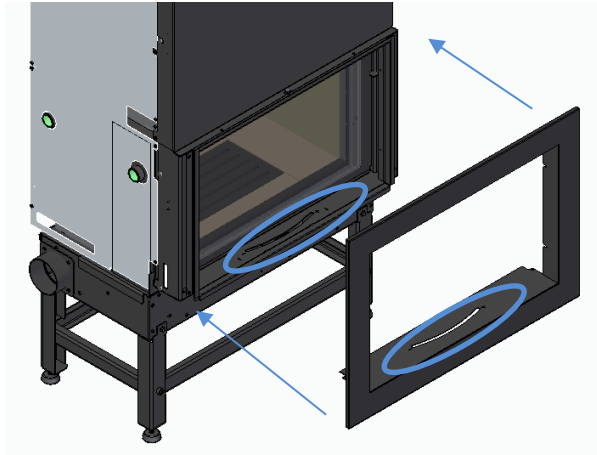

Figure 46
- b) Placez la cadre sur l'équipement comme illustré à la Figure 46. Dans le cas des modèles M700, M850 et M1100, assurez-vous que les canaux coïncident sur la partie intérieure inférieure pour pouvoir régler l'admission d'air sans difficulté.